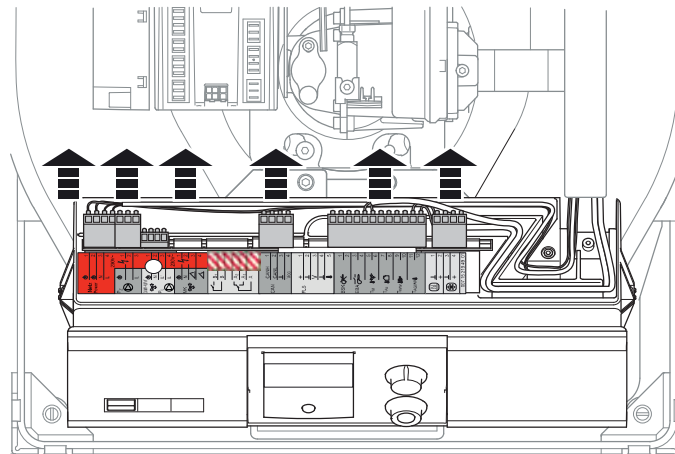

Fig. 6-4 Retrait des broches codées
5. Retirez tous les connecteurs de la platine du panneau de commande (fig. 6-4).